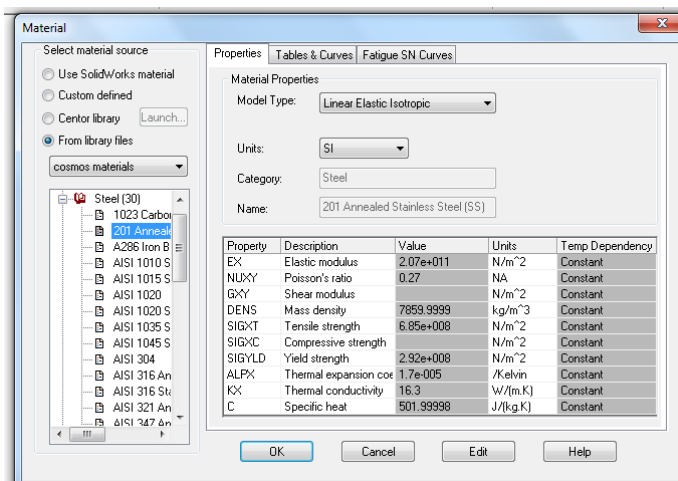
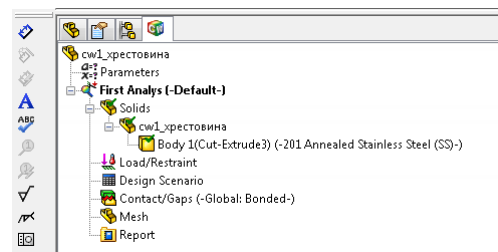

Рис. 1.12. Вибір матеріалу
Рис. 1.13. Менеджер проекту
5. Тепер призначте матеріал. Правою кнопкою миші клацніть по піктограмі **Хрестовина** (назва піктограми відповідає імені файлу деталі й привласнюється програмою). У контекстному меню виберіть команду **Apply/Edit Material** (Призначити/Редагувати матеріал) – з'явиться панель **Material** (рис. 1.12). У дереві бази даних матеріалом **coswkmат.lib** укажіть групу **Steel** (Сталь), а в ній конкретну марку. При клацаннях по назвах марок матеріалів у вікні відображаються величини їх характеристик. Очевидно, що потрібний вам матеріал повинен належати до категорії **Linear Elastic Isotropic** (Лінійно-пружні ізотропні). Як завжди, натисканням кнопки **ОК** підтвердіть вибір. У **Менеджерові** відображається присвоєння деталі відповідного матеріалу (рис. 1.13).